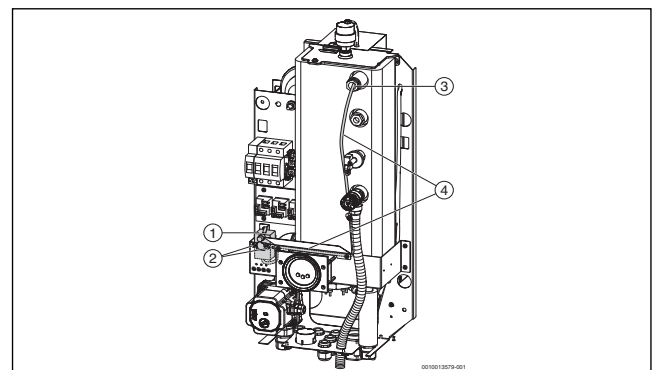

Bild 2 Platzieren des Sicherheitstemperaturbegrenzers und des Kapillarfühlers
- ▶ Arretierungsfeder aus der Tauchhülse herausnehmen, Kapillarfühler des Thermostats herausziehen, die Kapillare aus dem Bündel lösen, den ursprünglichen STB abschrauben und herausnehmen. (→ Abb. 2, [3, 4])